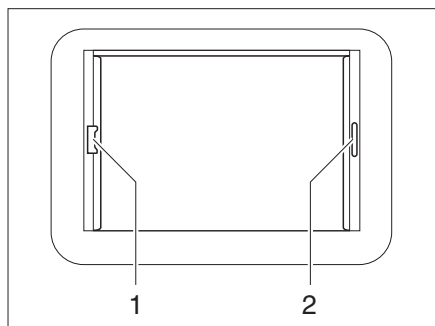

Fig. 48 Claraboya Heki, bloqueo de la persiana
- Tirar del asidero (Fig. 48,2) del estor plegable y soltarlo en la posición deseada. El estor plegable se queda fijo en esta posición.
- Tirar del asidero (Fig. 48,1) de la mosquitera enrollable hacia el asidero opuesto del estor plegable (Fig. 48,2) y hacerlos engatillar.
- Presionar el tirador de la mosquitera enrollable por la parte de atrás hacia arriba y desengancharla del estor plegable (Fig. 48,2).